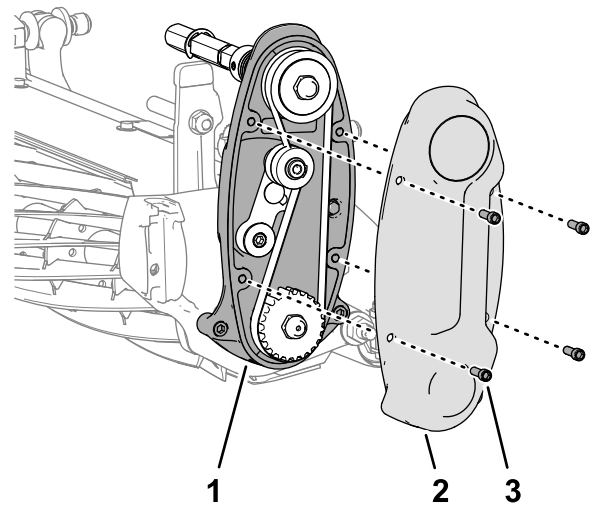

Figura 6
1. Retire los 4 tornillos con arandela prensada que sujetan la cubierta al alojamiento de la transmisión del molinete (Figura 6).